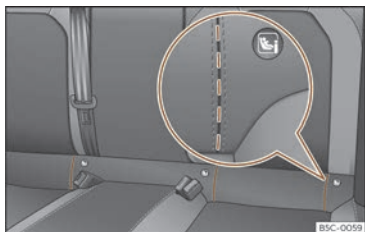

Fig. 31 Banquette arrière : fentes découpées pour accéder aux anneaux de fixation ISOFIX/i-Size.
tains véhicules, les anneaux sont fixés à l'armature de siège et à d'autres sur le plancher arrière. Les anneaux « ISOFIX » se trouvent entre le dossier et le coussin de la banquette arrière» **fig. 31**. Les anneaux Top Tether se trouvent généralement au dos de la ban-
- Procédez d'abord à l'ouverture manuelle de la prédécoupe située derrière les rainures signalées pour accéder aux œillets de retenue»» fig. 31.